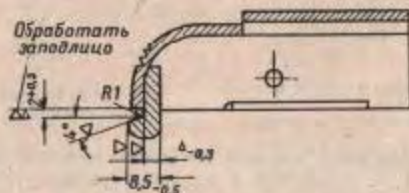

Рис. 22. Обработка зацепа запяски
(II) Наплавить на изношенный зацеп защелки слой металла электродуговой сваркой электродом ЭЗ4-3, обработать по рис. 22 и пригнать по месту, см. раздел «Самооткрывание ствольной коробки», п. 1 (стр. 24).